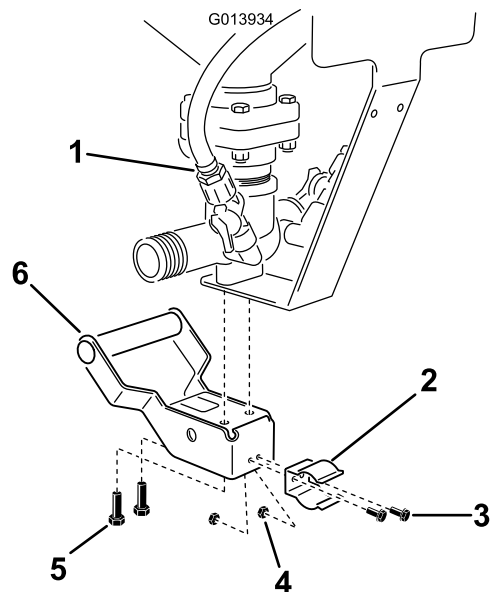

Figura 16
2. Individuate e allentate i due bulloni. Montate il gruppo stegola sul nebulizzatore e fissatelo mediante due bulloni (Figura 16).